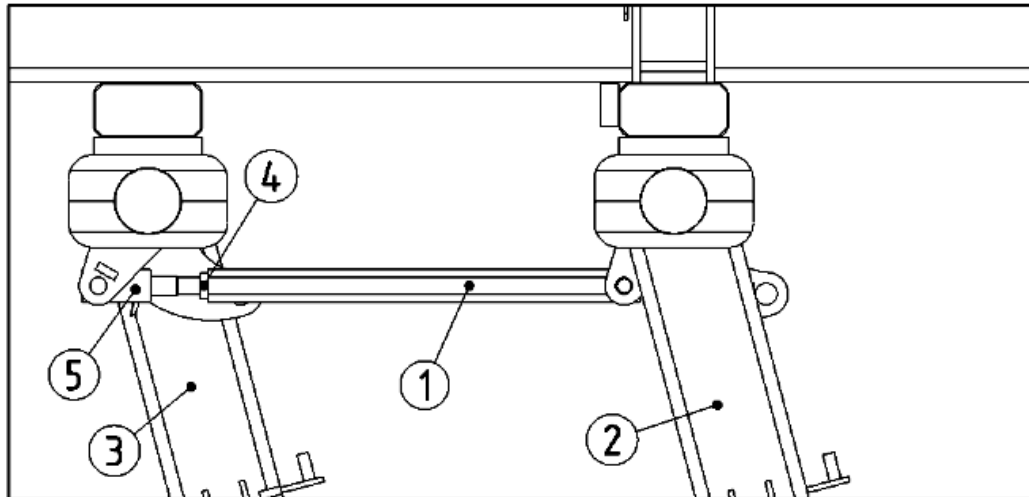

Рисунок 23.
Для того, чтобы избежать преждевременного и неравномерного износа шин, рекомендуем проверить регулировку положения рамы относительно колес. Расстояние от рамы до колеса в транспортном положении должно быть одинаковым для левого и правого колеса. Если это не так, необходимо отрегулировать соединительную трубу (1) (рис. 23) и винт (5), находящийся между двумя большими стойками колес (2 и 3). После регулировки зафиксировать винт (5) и соединительную трубу (1) стопорной гайкой (4).